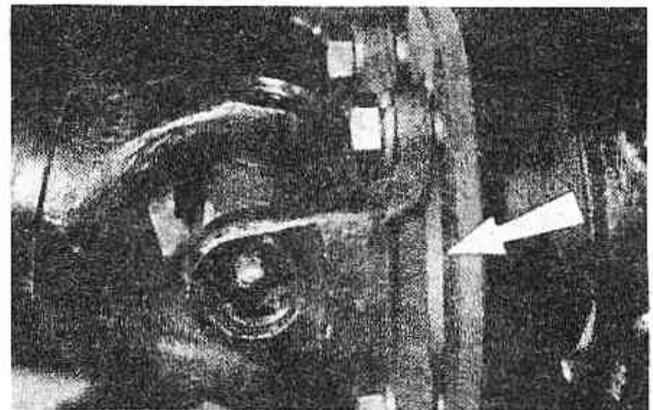

Рис.7.3. Установка дистанционной шайбы между карданным валом и фланцем (Разд.2)
12. При автомобиле, стоящем на колесах, установите дистанционную шайбу толщиной 4 мм между карданным валом и фланцем заднего моста (Рис.7.3). Затяните болты.